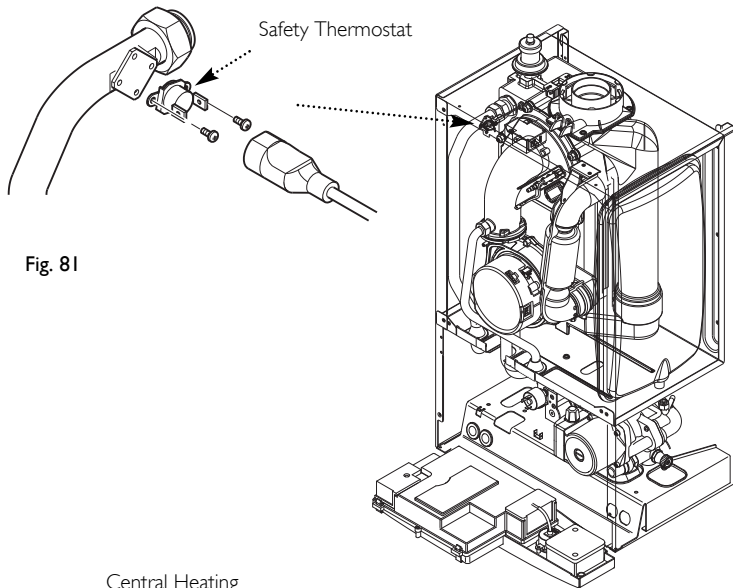

Fig. 81
14.7 Safety Thermostat (Fig. 81)